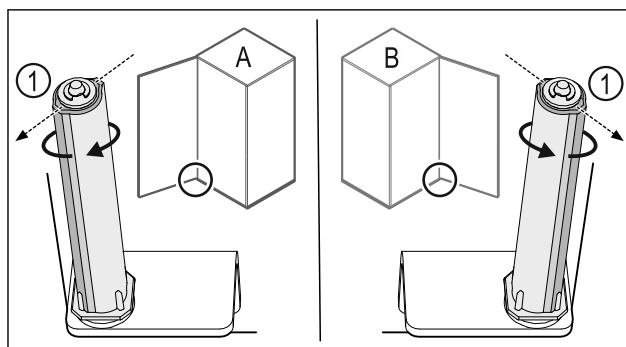

Fig. 43 Vänsterhängd (A)/högerhängd (B)
- ▶ Vrid låssystemet mot motståndet, tills låssystemets klack Fig. 43 (1) är vänd utåt.